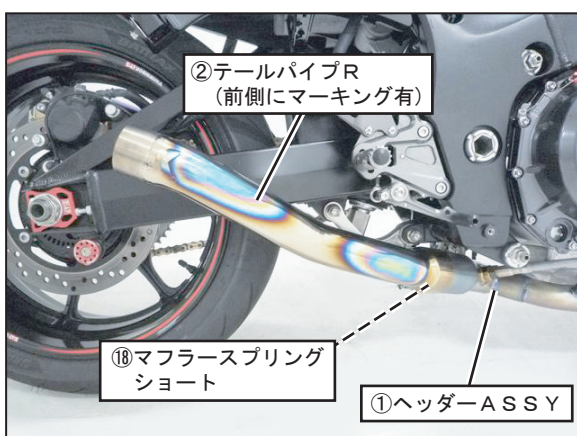

FIG. 10
7. ①ヘッダーASSYに②テールパイプR、③テールパイプLをそれぞれ取り付け、⑮マフラスプリングショートをスプリング取付工具を使用して取り付けして下さい。（FIG. 10. 11参照）